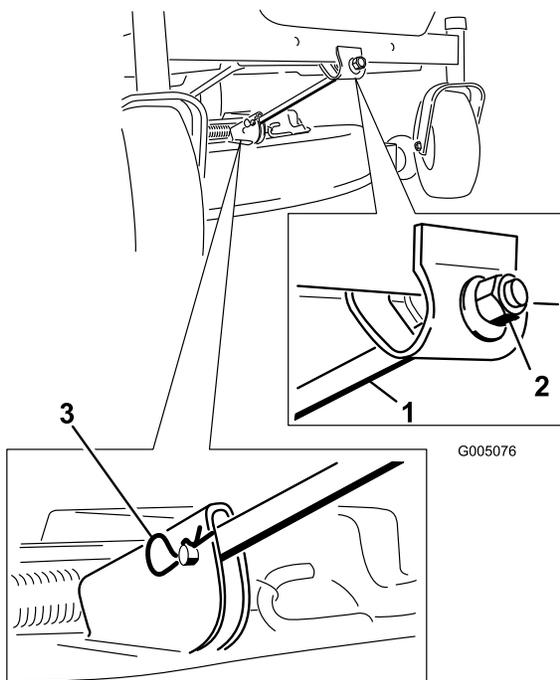

Bild 55
4. Entfernen Sie den Splint und den Lastösenbolzen von der vorderen Stützstange (Bild 55). Lassen Sie die Vorderseite des Mähwerks vorsichtig auf den Boden ab.
6. Befestigen Sie die vordere Stützstange mit den Lastösenbolzen und Splints am Mähwerk (Bild 55).